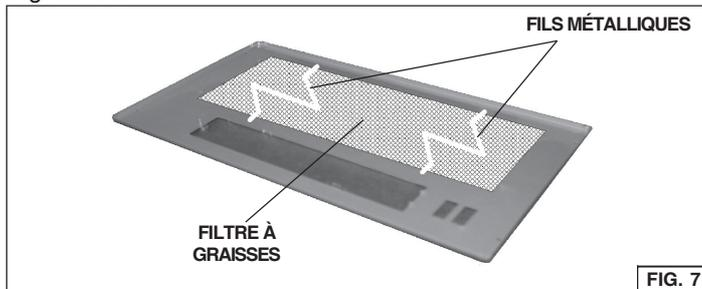

FIG. 7
1. Enlever les fils métalliques (Fig. 7) et s'en débarrasser.